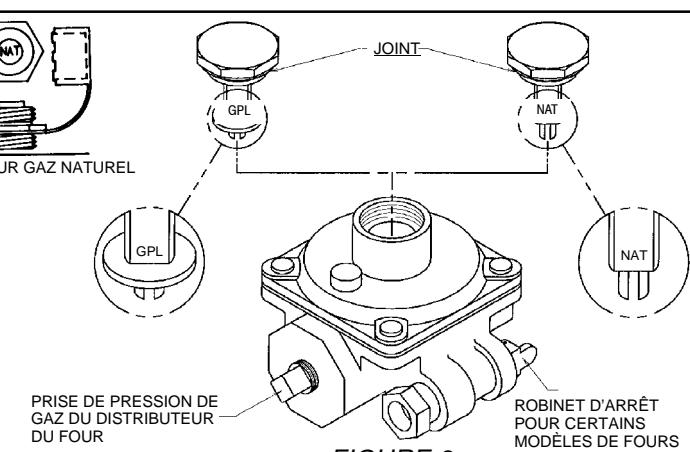

FIGURE 8
3. Enlever le capuchon et faire levier sur le plongeur en plastique pour le sortir du fond du capuchon. Retourner le plongeur et pousser pour l'enclencher en place à son emplacement d'origine (figure 8).